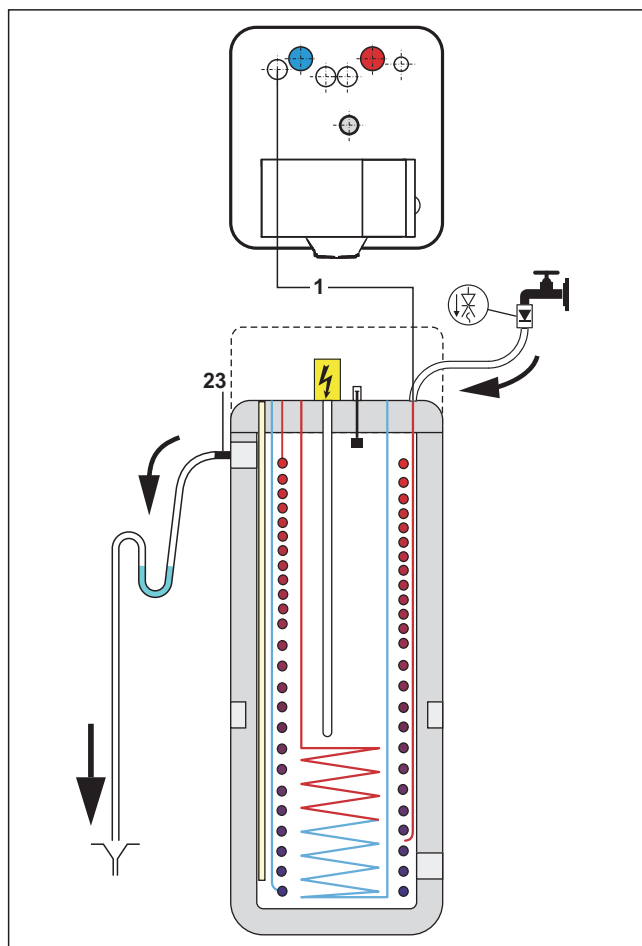

Fig. 8-1 Riempimento del serbatoio dell'accumulatore - Senza sistema solare
- Collegare il **tubo flessibile di riempimento** con valvola di non ritorno (1") al collegamento " Solare - Mandata" (vedere fig. 8-1, pos. 1).
- Riempire il serbatoio dell'accumulatore della DAIKIN EKHP **sino a che esce acqua dal raccordo** (fig. 8-1, pos. 23), che è stato collegato **come troppopieno di sicurezza**.